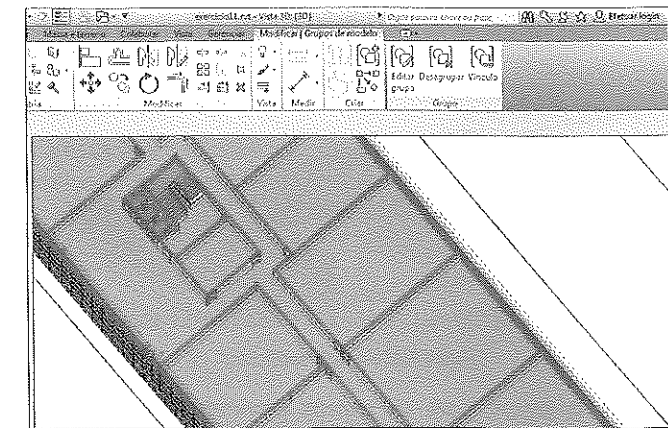

Figura A.84 – Seleção do grupo.
11. A escada do pavimento térreo foi incluída no grupo porque, ao selecionar os elementos do **Pav Tipo**, ela foi selecionada e temos de removê-la do grupo. Na vista 3D, posicione o projeto de forma que seja possível visualizar as escadas, Figura A.84, e selecione o grupo.